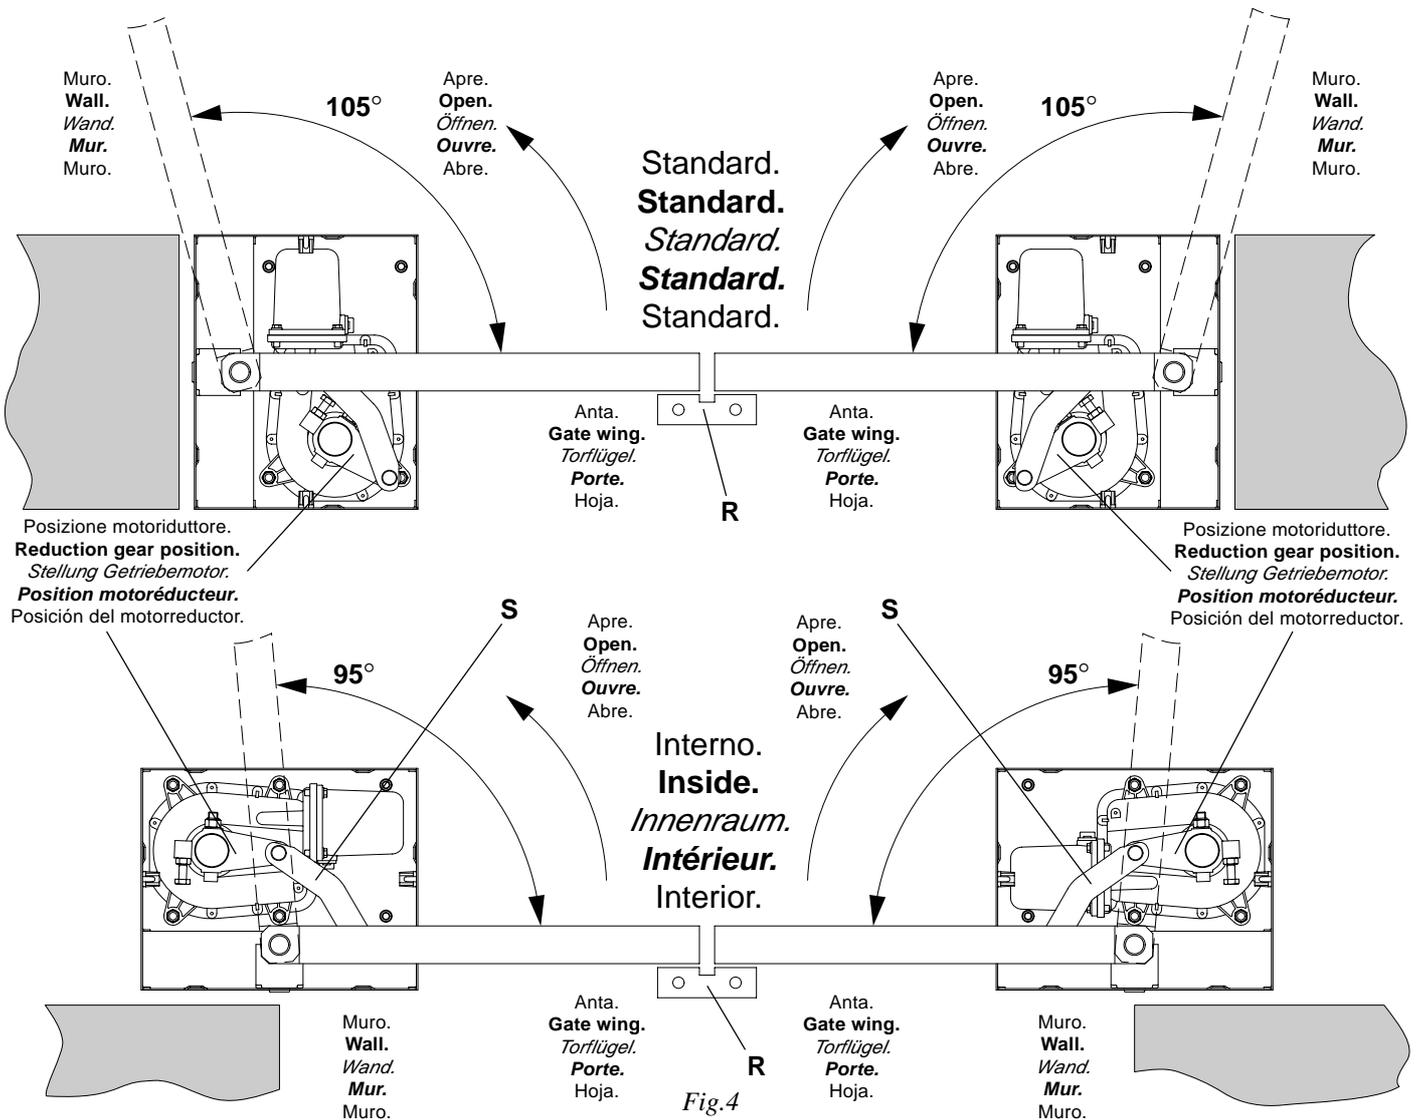

Fig.4
N.B.: La massima apertura ottenibile per i diversi piazzamenti della cassa (standard o interno) è indicata in fig. 4. Per aperture maggiori utilizzare l'accessorio DU.IT180N.
**N.B.: Fig. 4 shows the maximum opening in the various positions of the casing (standard or inside). For greater openings use the accessory DU.IT180N.**
*N.B.: Die maximale Öffnung für die verschiedenen Positionen des Gehäuses (Standard oder inneren) ist im Abb. 4 angegeben. Soll die Öffnung größer sein, Zubehör DU.IT180N verwenden.*
***N.B.: L'ouverture maximum pouvant être obtenue pour les différentes mises en place du coffre (standard ou interne) est indiquée à la fig. 4. Pour des ouvertures supérieures, se servir de l'accessoire DU.IT180N.***
N.B.: La máxima apertura conseguible para los diversos montajes de la caja, (standard o interno), se indica en la fig. 4. Para aperturas mayores utilizar el accesorio DU.IT180N.